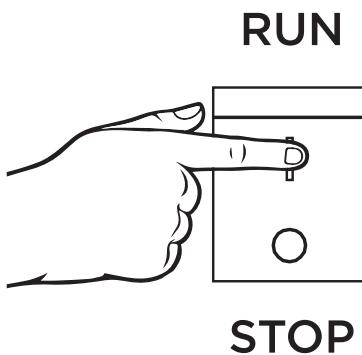

Figure 14 - Commutateur de contrôle du moteur - RUN
5. Mettre le commutateur de contrôle du moteur en position RUN (voir la Figure 14 ci-dessous)